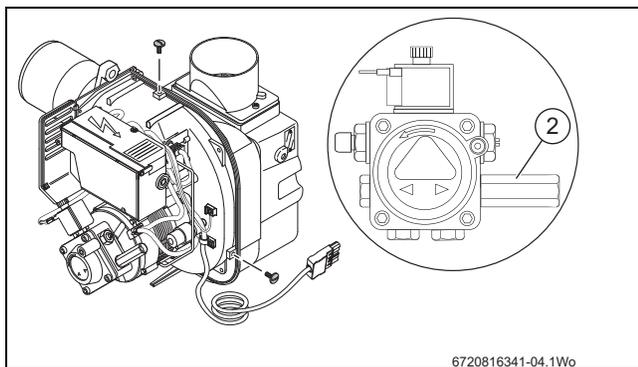

Bild 43 Zugang zum Entlüftungs- und Druckanzeigeanschluss
- ▶ Brennerverkleidung [1] anbringen (Abb. 43, S. 27).